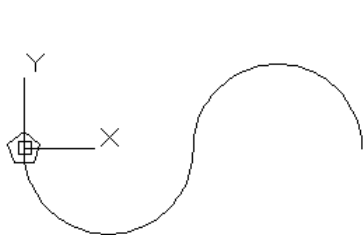

图 3-16 原始图形
(1) 单击“打开”按钮，打开位于随书光盘的“CH3”文件夹中的“路径阵列.dwg”图形文档，该图形文档中包含如图 3-16 所示的一个正五边形和一条多段线。
(2) 在功能区“常用”选项卡的“修改”面板中单击“路径阵列”按钮, 或者在菜单栏中选择“修改”→“阵列”→“路径阵列”命令。
(3) 根据命令行提示进行如下操作。